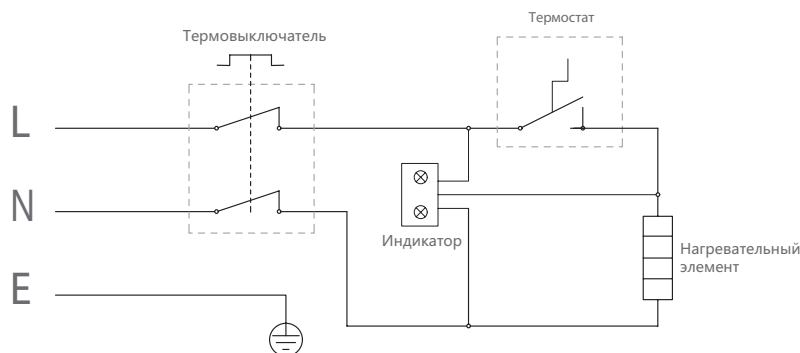

Рис. 10
- открутить гайку крепления термовыключателя, закрепленного на фланце ТЭНа, перевернуть термовыключатель и нажать до щелчка кнопку, расположенную по центру термовыключателя (рис. 10)*;